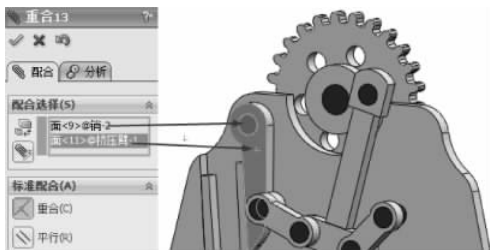

图 3-164 重合配合
(27) 继续进行配合约束,选择【标准配合】选项组下的【重合】配合类型 ,在【要配合的实体】选择框  中选择如图 3-164 所示的面,其他保持默认,单击【确定】按钮 ,完成重合配合。